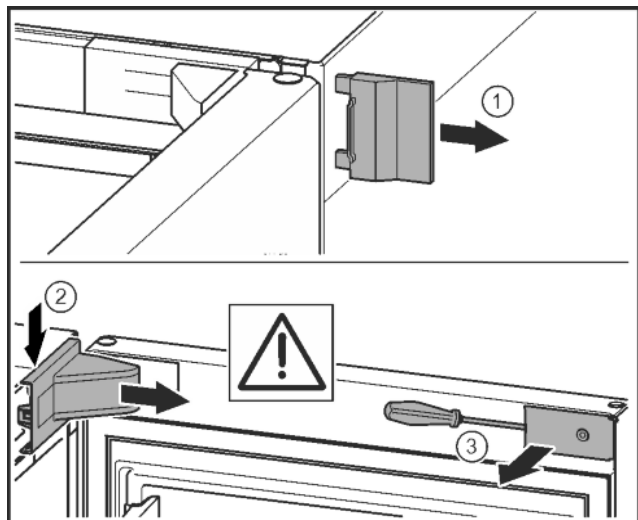

Fig. 10\*
- ▶ Снять внешнюю крышку. Fig. 10 (1)\*
- ▶ При помощи отвертки освободить крышку опорного кронштейна и отсоединить. Снять крышку опорного кронштейна. Fig. 10 (2)\*
- ▶ Шлицевой отверткой вывести накладку из зацепления и отвести в сторону. Fig. 10 (3)\*